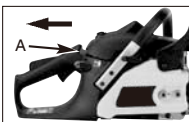

Fig. 9B
2. Træk i chokeren/avancer gashåndtaget (A). Dette indstiller chokeren, og avancere gashåndtaget, så motoren nemmere starter. (Fig. 9B)